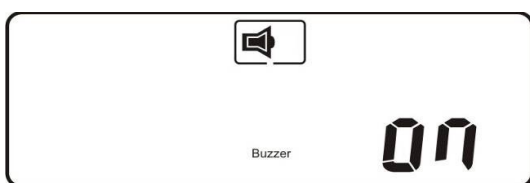
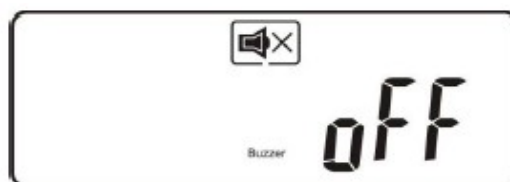

Рис. Q1 Звуковая сигнализация включена
Рис. Q2 Звуковая сигнализация выключена
Звуковая сигнализация включена — рис. Q1, выключена — рис. Q2;
1. Включить (рис. Q1) или выключить (рис. Q2) аварийную звуковую сигнализацию ИБП.
- Запустить режим установки параметров, одновременно нажав и удерживая кнопки “On” и “След. страница” (⬇️ и ⬆️) на лицевой панели ИБП на время не менее 3 секунд. Раздастся двойной звуковой сигнал и ж/к-дисплей перейдет в состояние, показанное на рис. Q1.